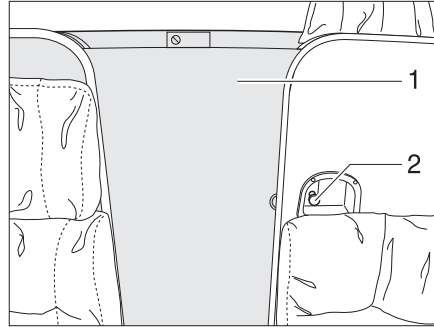
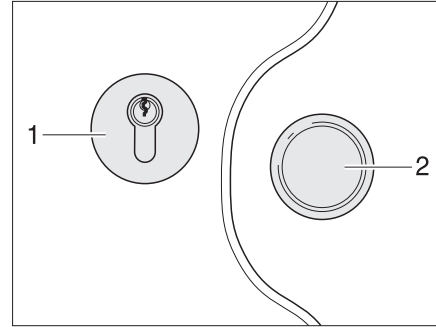

Fig. 55 Separazione cabina di guida
Fig. 56 Serratura cabina di guida
- Sbloccare la porta (Fig. 55,1) e chiuderla.
- Ruotare la maniglia (Fig. 55,2) in senso antiorario fino a bloccare la porta.
- Ruotare la maniglia (Fig. 55,2) in senso orario fino a sbloccare la porta.
- Aprire la porta (Fig. 55,1) e bloccarla.
- Sbloccare la porta (Fig. 55,1) e chiuderla con la maniglia (Fig. 56,2).
- Inserire la chiave nel cilindro della serratura (Fig. 56,1) e ruotarla in senso orario fino a bloccare la porta.